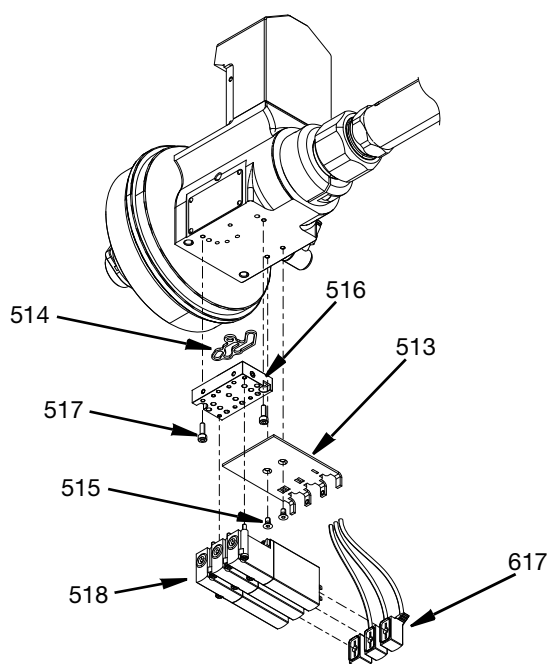

FIG. 36
3. Fixez le couvercle intérieur (513) à l'ensemble du boîtier pivotant (511) avec deux vis à tête plate M3 (515) et serrez au couple de 0,9 N•m.
4. Appliquez une fine couche de graisse sur le joint d'étanchéité à l'air (514). Placez les goupilles de goujon du collecteur de la vanne d'air (516) sur l'ensemble de boîtier pivotant (511). Appliquez un antigrippant et insérez deux vis de fixation SHCS M3 (517) et serrez au couple de 0,9 N•m.
5. Fixez les vannes d'air (518) avec leurs vis captives incluses sur le collecteur de vanne d'air (516). Installez les connexions du câble de l'électrovanne (617) aux vannes d'air. Voir FIG. 36 à la page 25.